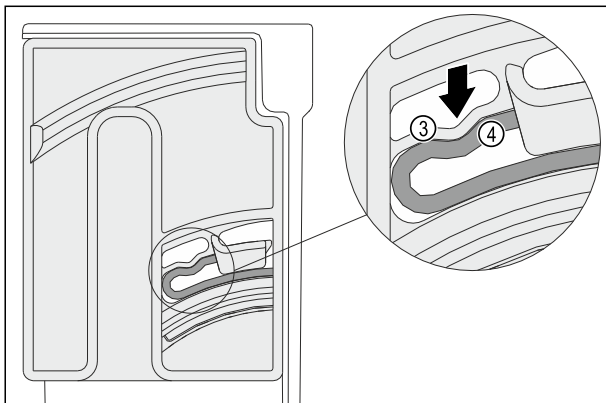

Fig. 101
- ▷ L'elemento elastico Fig. 101 (3) dell'unità di rotazione si innesta in modo udibile nel corpo circolare della nervatura Fig. 101 (4).